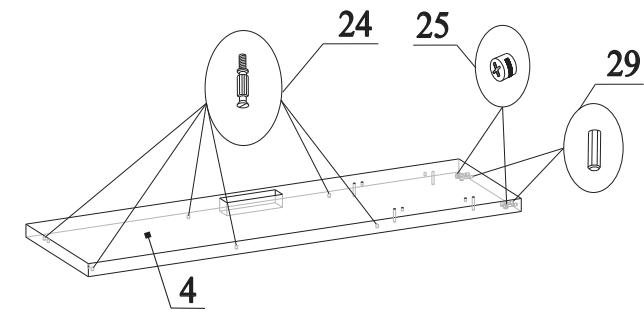

Рис.5
9. В муфты на детали 4 вкрутить дюбеля 24 (рис.5);
10. В отверстия на детали 4 вставить эксцентрики 25 стрелками к торцевым отверстиям (рис.5);
11. В торец детали 4 вставить шканты 29 (рис.5);